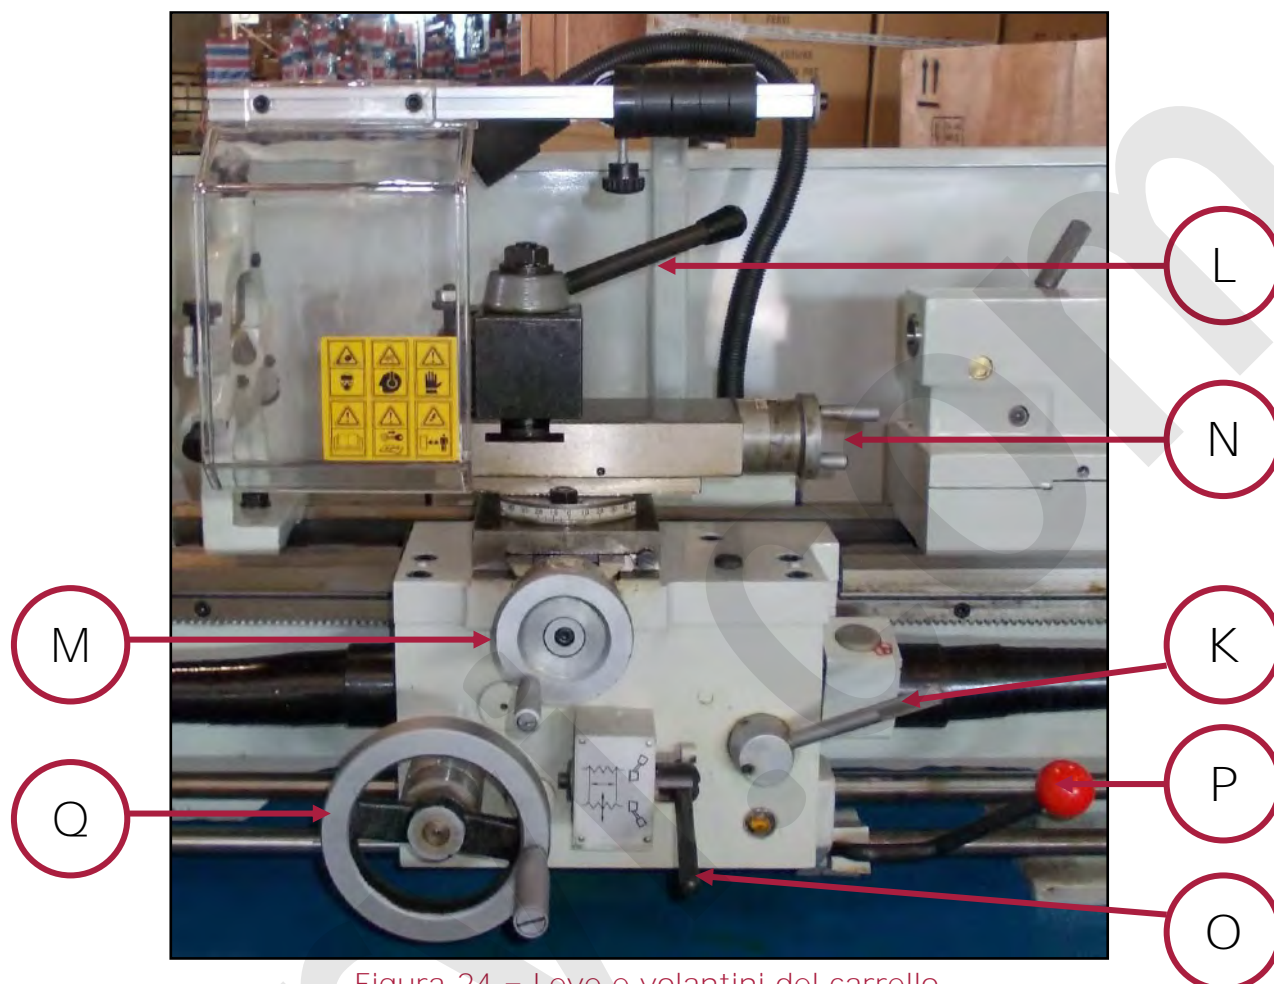

Figura 24 - Leve e volantini del carrello.
- Utilizzare la leva (L Figura 24) per azionare l'avanzamento automatico del carrello, necessario per compiere le operazioni di filettatura.
Sul carrello porta utensile vi sono sette comandi manuali (leve e volantini) che ne consentono la regolazione fine e l'avanzamento (vedere la Figura 24).